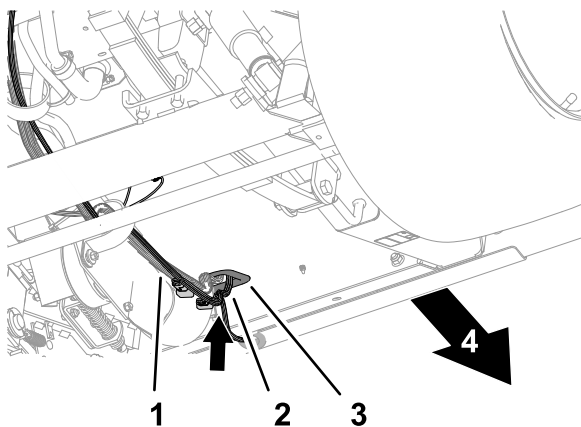

Figura 18
1. Enrute la rama de 108 cm del arnés de cables del kit junto al arnés de cables delantero de la máquina y a través del pasacables de la chapa de suelo (Figura 18).